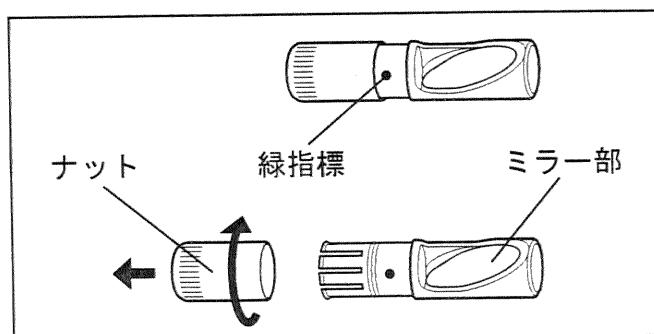

図 3.12
2. スコープ先端部側面及び側視ミラーアダプター固定みぞおよび側視ミラーアダプターの接続内径及びねじ部（図 3.12 参照）に異常な変形や異物がないかどうかを点検します。
- 側視ミラーアダプターをスコープ先端部に差し込む際は、ナットの位置を緑指標が完全に見えている状態にします（図 3.12 参照）。
- 緑指標が完全に見えている状態から、さらにナットを緩めるとナットがミラー部から外れます。ナットを取り外すと、ナットを紛失したり、ツメの部分が変形するおそれがあります。側視ミラーアダプター内部をクリーニングする時以外は、ナットを取り外さないでください（図 3.12 参照）。